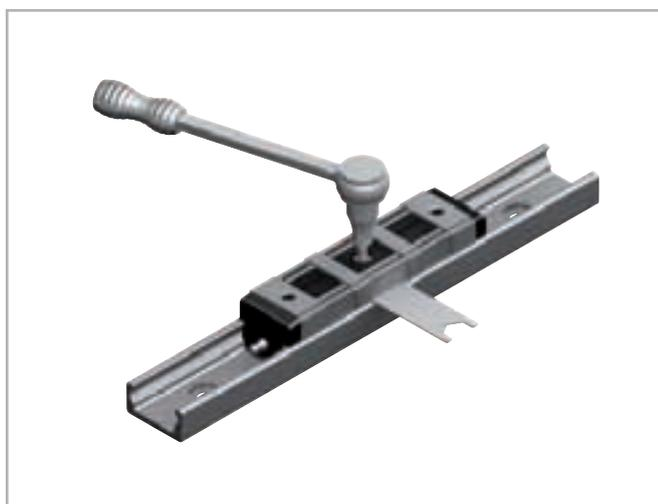

Fig. 98
(7) Mentre si tiene il perno volvente in posizione corretta con la chiave di regolazione, avvitare accuratamente la vite di fissaggio. L'esatta coppia di serraggio sarà verificata in seguito (vedere fig. 98 e tab. 42).
(8) Muovere il cursore nella guida e controllare il precarico su tutta la lunghezza della guida. Il movimento deve essere scorrevole, il cursore non deve avere gioco in nessun punto della guida.
(9) Per i cursori con più di 3 perni volventi, ripetere questa procedura per ogni perno volvente da regolare. Accertarsi che tutti i cuscinetti abbiano un contatto uniforme con le piste di rotolamento.
(10) Serrare quindi le viti di fissaggio alla coppia di serraggio prescritta riportata in tabella, mantenendo nel contempo la posizione angolare del perno con la chiave piana. Una filettatura speciale nei perni volventi mantiene fissa questa posizione, una volta regolata.
(11) Montare i tergipista dei cursori CSW e CDW e provvedere alla corretta lubrificazione delle piste.